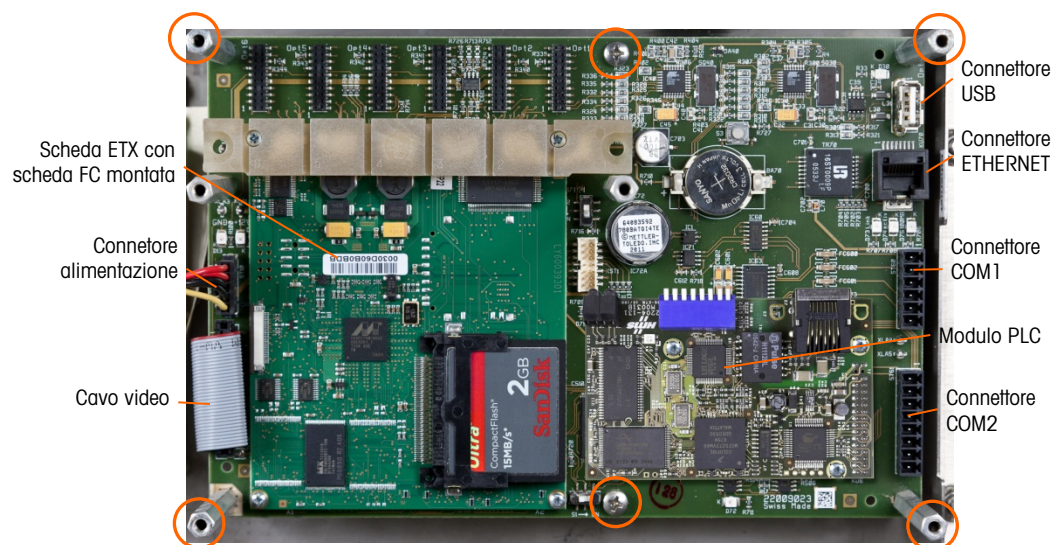
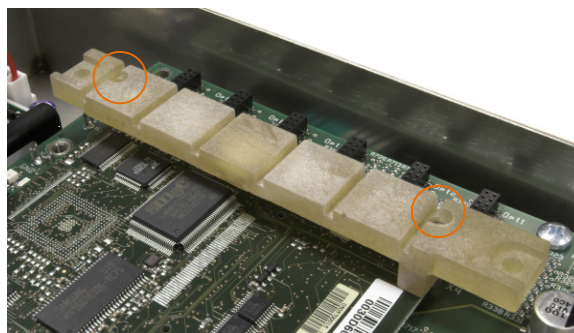
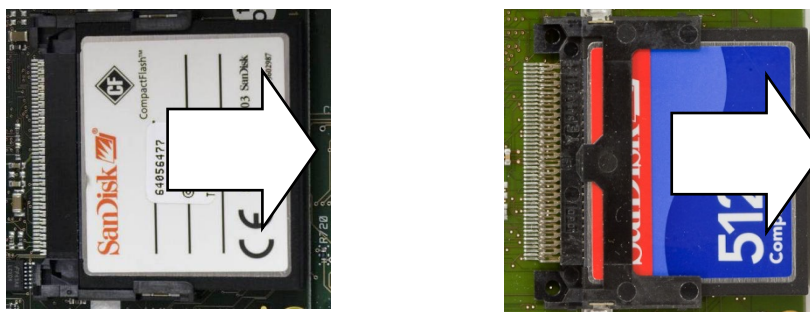

Figura 4-52: Viti di montaggio e connessioni della PCB principale
Figura 4-55: Posizione delle viti della guida inferiore della scheda
Figura 4-61: Rimozione della scheda CF
11. Rimuovere tutti i connettori periferici dai rispettivi alloggiamenti – COM1, COM2, Ethernet, USB, alimentazione e video. La posizione dei connettori è indicata nella Figura 4-52.
- a. Per un terminale con montaggio a pannello, inserire le viti nei fori centrali e nei quattro supporti esagonali nei fori esterni (vedere Figura 4-55).
1. Rimuovere le due viti che bloccano la guida inferiore della scheda e la scheda ETX sulla PCB principale (Figura 4-52). La posizione di queste viti è indicata nella Figura 4-55.
1. Notare l'orientamento della scheda ETX indicato nella Figura 4-52. I connettori ETX sono posizionati in modo tale da non poter essere installati in senso inverso.
- Si tenga presente che non è sufficiente installare le viti di montaggio della scheda ETX per far sì che i connettori siano posizionati correttamente – vedere la Figura 4-55. È necessario spingere in posizione ciascun connettore.
5. Montare le viti per agganciare la scheda alla PCB principale. Due di queste viti vanno collegate anche alla guida inferiore della scheda. Questa barra è asimmetrica ed è necessaria montarla secondo l'orientamento indicato nella Figura 4-55. Si noti che l'estremità più lunga è orientata verso la batteria della PCB principale.
Per rimuovere una scheda CF dalla scheda ETX, tenere premuti i lati della scheda CF e farla scorrere con cautela fuori dall'alloggiamento, nella direzione indicata nella Figura 4-61. Può essere necessario far scorrere la scheda leggermente di lato per sbloccarla. Se è installato un modulo opzione interfaccia PLC, deve essere prima rimosso.
Si noti che la Figura 4-61 mostra la scheda CF nello stesso orientamento mostrato nella Figura 4-52.